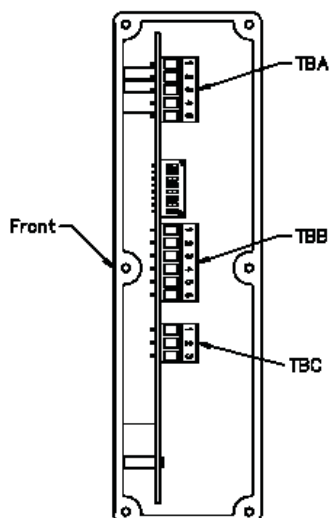

Bild 4.1: Seitenansicht rechts
4. Modell LD4T06P0 hat den Klemmenblock TBC auf der rechten Seite platziert (siehe Bild 4.1). Modell LD2T06P0 hat den Klemmenblock TBC auf der linken Seite.